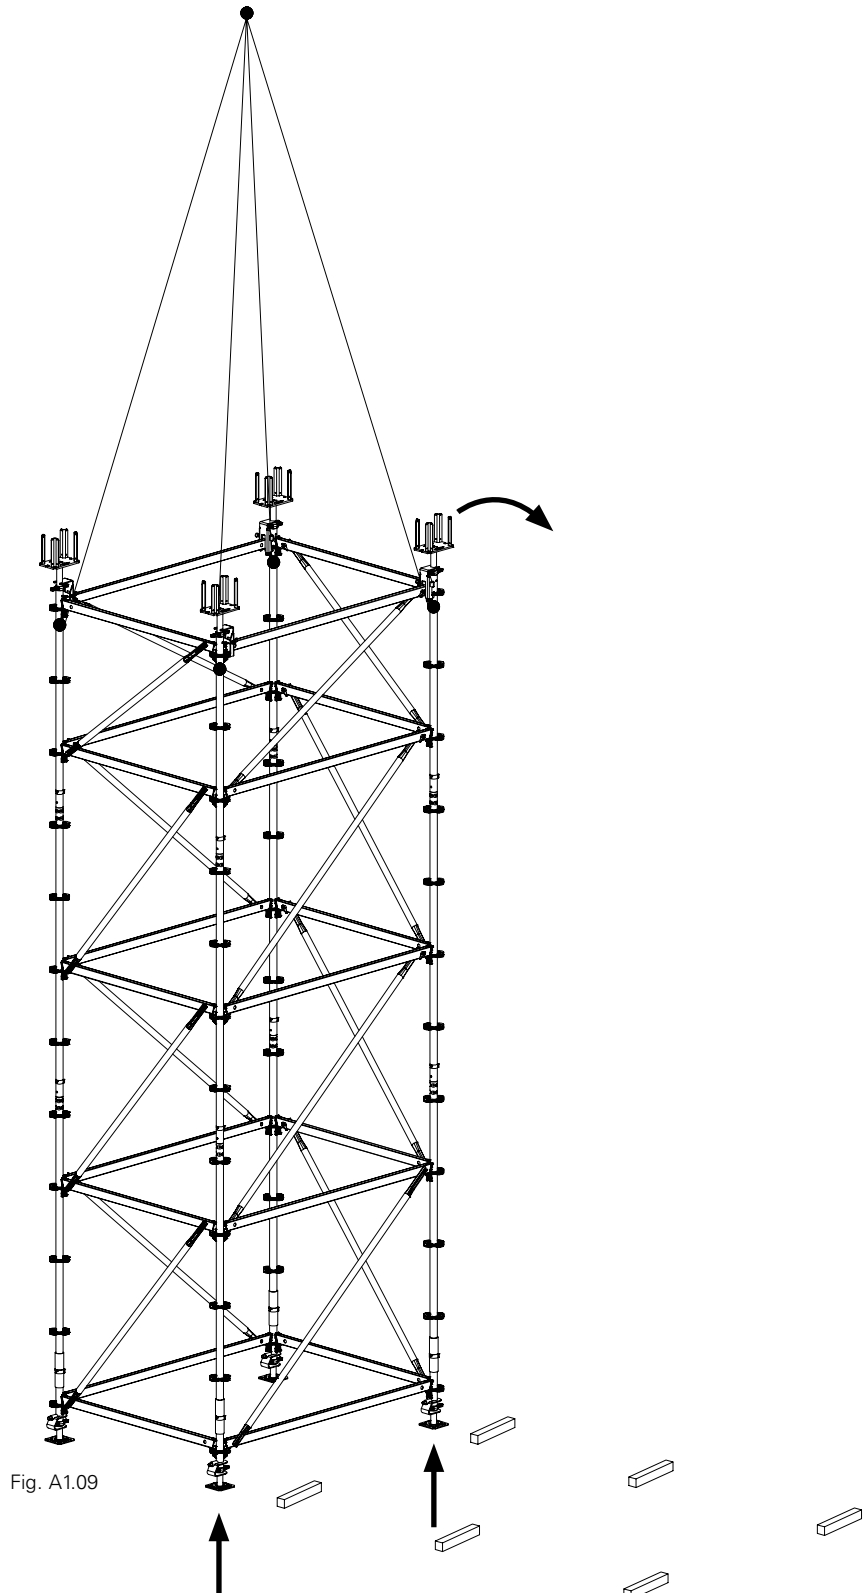

Fig. A1.09
1. Posare quattro catene o imbracature tessili, es. imbracature rotonde, al di sotto del nodo a rosetta in cui sono presenti correnti orizzontali ed eseguire l'aggancio alla gru. (Fig. A1.09)